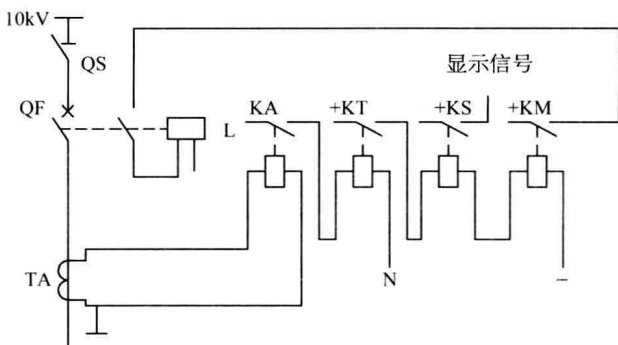
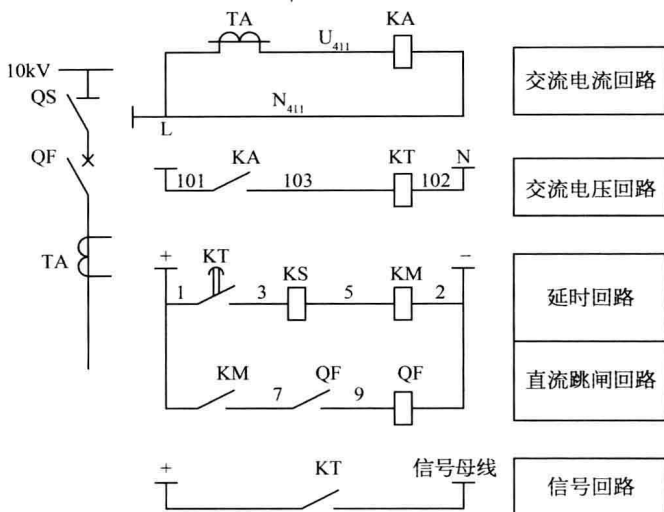

图 1-3 用集中式电路图绘制的某供电系统图
图 1-4 用分开式表示法绘制的某供电系统电路图
(1) 用集中式表示法的电路图,如图 1-3 所示,是一个 10kV 供电系统的继电保护电路,其中断路器、继电器等设备采用集中布置。当 10kV 线路因故障电流增加到一定值时,与电流互感器 TA 相连的过电流继电器 KA 动作,其常开触点闭合,使时间继电器 KT 线圈得电。经延时后,KT 常开触点闭合,从而使信号继电器 KS 和中间继电器 KM 线圈得电。KS 常开触点闭合后将发出掉牌及其他信号,KM 常开触点闭合后,断路器跳闸线圈接通电源,断路器 QF 跳闸,切断供电电路。
(2) 采用分开时表示法的电路图,如图 1-4 所示就是分开表示法绘制的电路图,它与图 1-3 表达的内容一致。分开表示法表示的元件的各组成部分之间在功能上也是相关的,元件图形符号的各部分分散在简图中,有功能联系的各部分之间用项目代号加以标记即可。